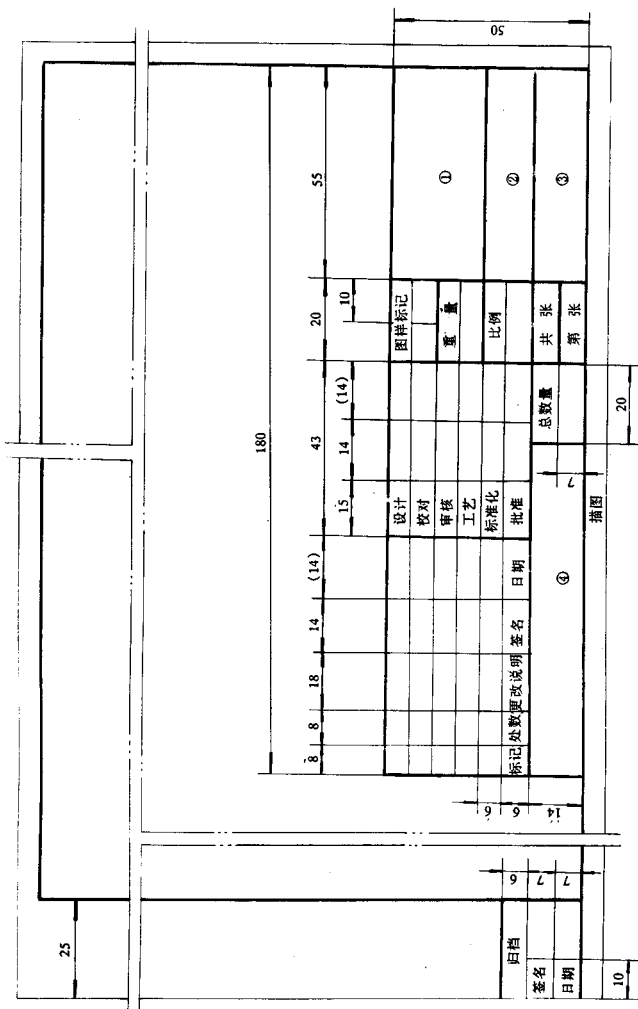

图 1 标题栏、附加栏格式
标题栏的格式见图1。
- 5.1 附加栏位于图样左下角和下方图框外,其格式见图 1。